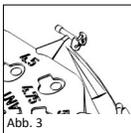

Abb. 3
■ **Abb. 3** Der zur Messung ausgewählte Sizer wird mittels einer Mikroschere (REF 8000 172) abgeschnitten und mit einem Sauger oder einem anderen mikrochirurgischen Instrument in das Mittelohr transportiert.
■ **Fig. 3** The sizer selected for the measurement process is cut out using microscissors (REF 8000175) and carried to the middle ear using an aspirator or other microsurgical instrument.